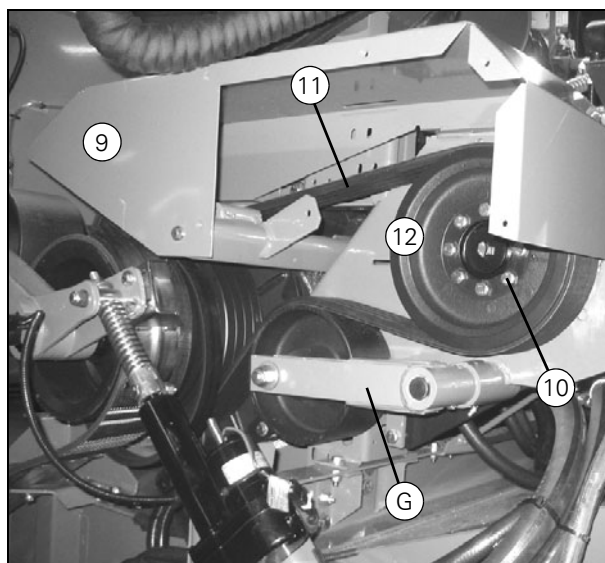

Рисунок 32
17. При помощи крана или другого подъемного оборудования поднимите заднюю часть двигателя, чтобы разгрузить опору двигателя (E).
20. Снимите кронштейн в сборе с натяжителем ремня (G) (Рис. 32).